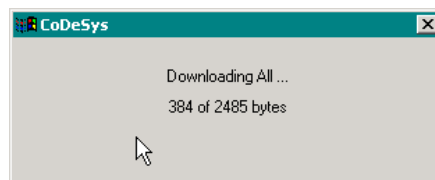

Рис. 53. Отображение хода загрузки программы
3. Нажмите кнопку **Yes**. На экран будет выведено окно, отображающее ход загрузки программы, показанное на рис. 53. Следует обратить внимание на тот факт, что в данном окне отображается ход загрузки только исполняемого кода программы. Когда исполняемый код программы загружен, начинается загрузка секции конфигурации контроллера, а затем других секций, однако счетчик в окне показывает, будто бы загрузка остановилась. Указанная ситуация особенно заметна в больших проектах, когда конфигурация контроллера содержит большое количество модулей ввода-вывода и/или регистров.